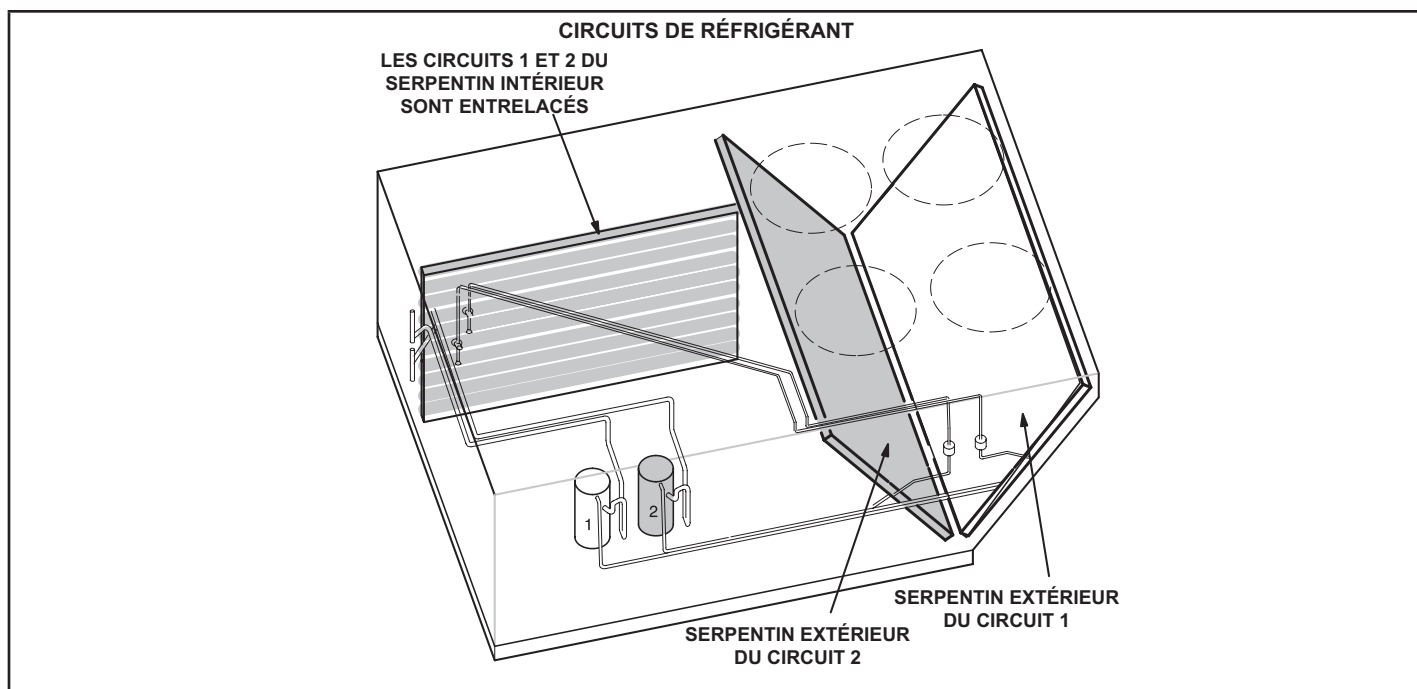

FIGURE 17
- 3 - L'unité contient deux systèmes ou circuits de réfrigérant. Reportez-vous à la FIGURE 17.